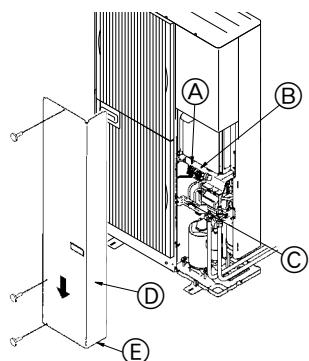

Fig. 7-1
7.1. 室外机组 (Fig. 7-1)
① 卸下检修面板。
② 参考图7-1连接电线。